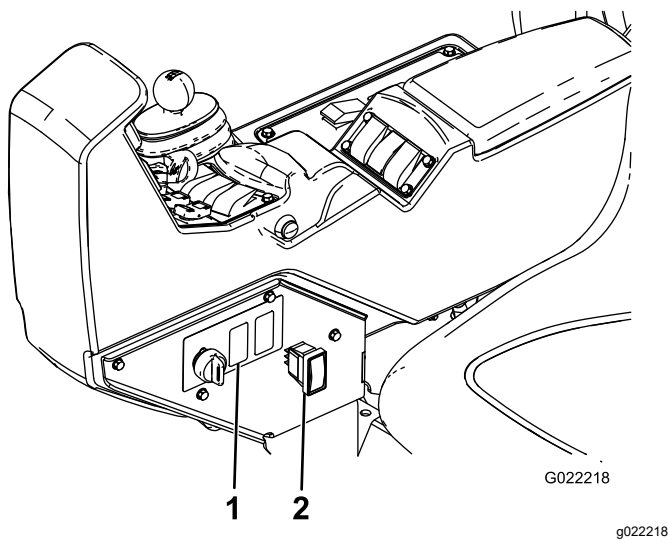

Figura 13
1. Localize o tampão do interruptor do depósito de lavagem na parte lateral da consola do pulverizador e retire o tampão (**Figura 13**).
4. Instale o interruptor no conector da caixa, através do painel (Figura 13).